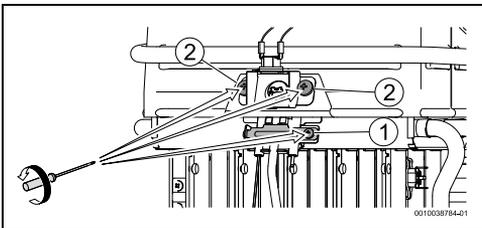

Fig. 19
- ▶ Retirer les vis de fixation du support du brûleur d'allumage, Fig. 19, [1].
- ▶ Retirer les vis de fixation du support du dispositif de contrôle d'état de la chambre de combustion, Fig. 19, [2].